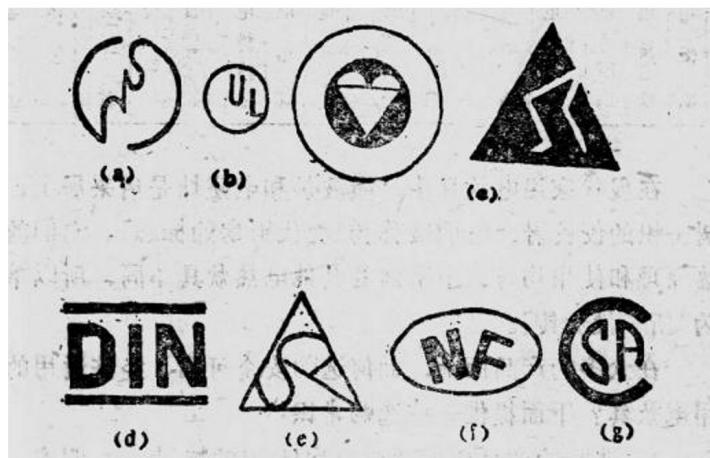

图 1-1 国外电炊具产品的标志
2. 对于国外的产品，要认识国际优良产品的标志，参见图1-1。图中，(a)为日本标志，(b)为美国标志，(c)为英国标志，(d)为联邦德国标志，(e)为澳大利亚标志，(f)为法国标志，(g)为加拿大标志。苏联标志是FOCT。